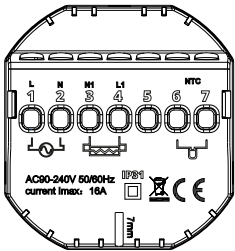
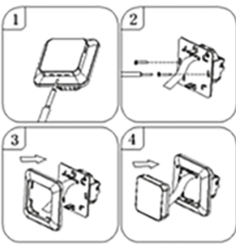

Abbildung 1. Beschreibung der Klemmleiste des Temperaturreglers
Abbildung 2. Demontage des Temperaturreglers
Der Temperaturregler ist für den Einbau in eine Elektro-Einbaudose mit einem Durchmesser von 60 mm vorgesehen. Zur Installation des in der Elektro-Einbaudose und zur Herstellung der elektrischen Anschlüsse muss das Gehäuse sehr vorsichtig (damit das Verbindungsklebeband nicht abreißt) geöffnet werden, indem die Displayeinheit gemäß der Anleitung in Abbildung 2 oben entfernt wird. Der Thermostat sollte an einem Ort installiert werden, der keiner Sonneneinstrahlung ausgesetzt ist. Abbildung 1 zeigt die Klemmleiste des Temperaturreglers, die zum elektrischen Anschluss des Geräts an das Stromnetz dient. Dabei wird der Neutralleiter (N) der Versorgungsleitung an die mit der Nummer 2 gekennzeichnete Klemme und der Phasenleiter (L) an die mit der Nummer 1 gekennzeichnete Klemme angeschlossen. Das Heizgerät (Heizmatte, Heizfolie) schließen wir hingegen wie folgt an die Klemmen der Klemmleiste an: Die Nullleitung (N1) der Stromversorgung des Heizgeräts wird an die mit der Nummer 3 gekennzeichnete Klemme angeschlossen, die Phase (L1) an die mit der Nummer 4 gekennzeichnete Klemme. Der externe NTC-Temperatursensor ist an die mit den Nummern 6 und 7 gekennzeichneten Klemmen anzuschließen, wobei die Polarität keine Rolle spielt. Nach Abschluss der Installation und der elektrischen Anschlüsse muss das System gemäß dem nächsten Punkt dieser Anleitung konfiguriert werden.